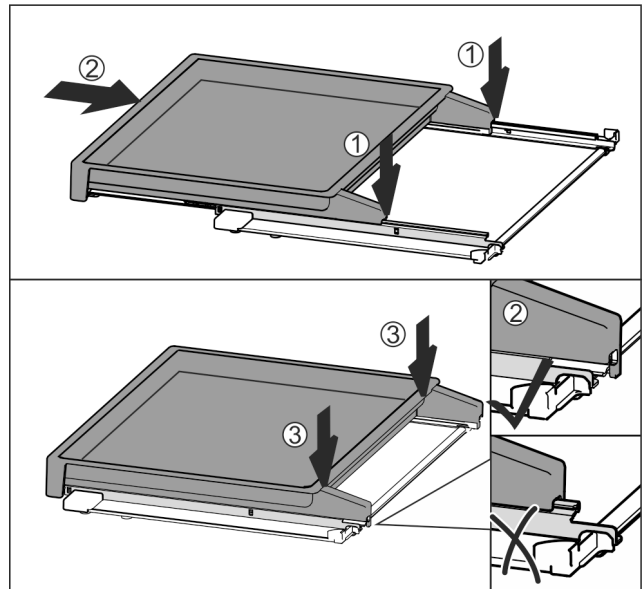

Fig. 109
- ▶ Установить по центру на направляющие Fig. 109 (1).
- ▶ Вставить вытяжную панель полностью Fig. 109 (2).
- ▶ Нажимать на задней стороне до тех пор, пока не будет слышна фиксация Fig. 109 (3).